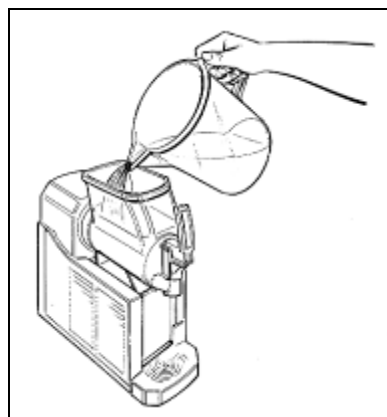

Fig. 2
- **R**iempire la vasca con acqua tiepida (fig.2) e far funzionare il mescolatore (tutti i LED spenti) per alcuni minuti riposizionando il coperchio.